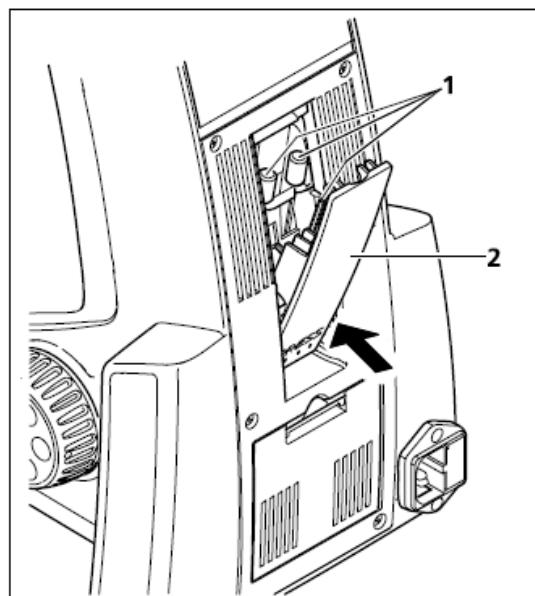

图. 3-2 存放工具的存储间
- | 安装和调试所需要的工具(图 3-2/1)存储在显微镜后部的工具仓(图 302/2)中,按下其下部即可打开.